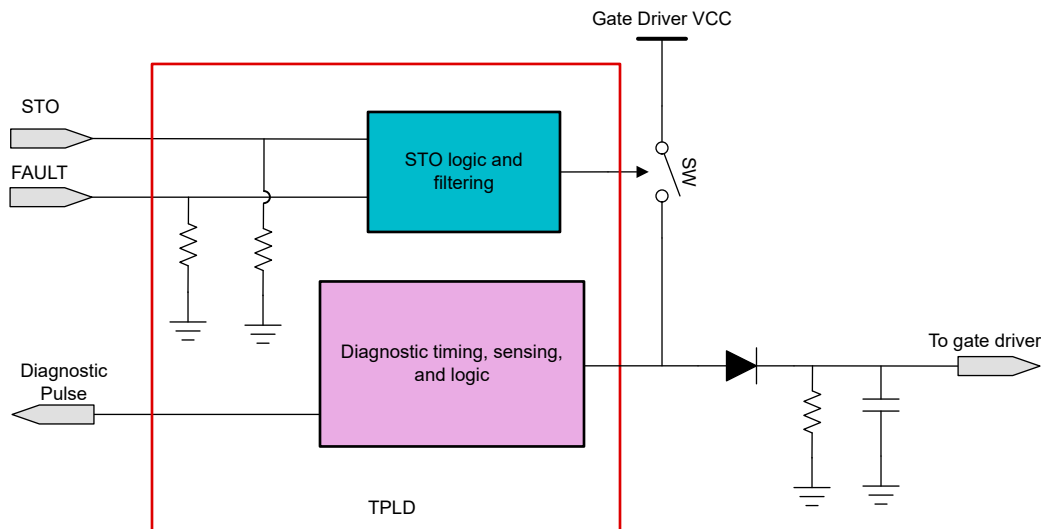

图 1. 典型安全转矩关闭电路的方框图
电机驱动系统中的栅极驱动器特意提供一个 **VCC** (对于 DRV8350F 等器件, 通常为 **VM**), 该 FET 应尽可能接近所驱动 FET 的建议 V_{GS} , 以更大限度地减小 $R_{DS(on)}$ 并尽可能降低导通损耗。但是, 功率 FET (尤其是 Si 或 SiC MOSFET) 具有非常严格的最大 V_{GS} 额定值; 因此, 驱动器 **VCC** 轨上的任何过压都可能会超出栅极电压的此额定值, 从而立即造成损坏。图 1 中所示 STO 电路的主要目标是在发生 STO 命令或检测到故障 (包括电源轨异常) 时立即断开栅极驱动器电源电压 (VM), 从而保护 FET 免受损坏并防止产生扭矩。
图 1 中的电路接受两个关键输入：STO（双通道 STO 信号之一，通常通过 24V 安全输入以隔离式 3.3V 逻辑提供）和 FAULT（来自栅极驱动器的故障反馈）。这些信号会路由到 TPLD，该器件将 STO 电路中通常使用的所有分立式逻辑、时序、模拟比较和监测元件集成到单个可编程器件中。这些信号由 TPLD 的片上逻辑进行滤波和处理；如果任一信号降至低电平，则 TPLD 会打开负载开关，并且栅极驱动器电源会断开。